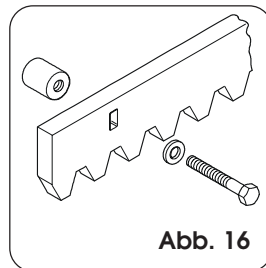

Abb. 16
#### 4.4.2. ZAHNSTANGE AUS STAHL FÜR DIE ANSCHRAUBUNG (Abb. 16)
- 5) Ein weiteres Element der Zahnstange an das vorhergehende Element ansetzen und dabei ein Stück der Zahnstange verwenden, um die Zahnung der beiden Elemente abzurichten, laut Angaben in der Abb. 16.